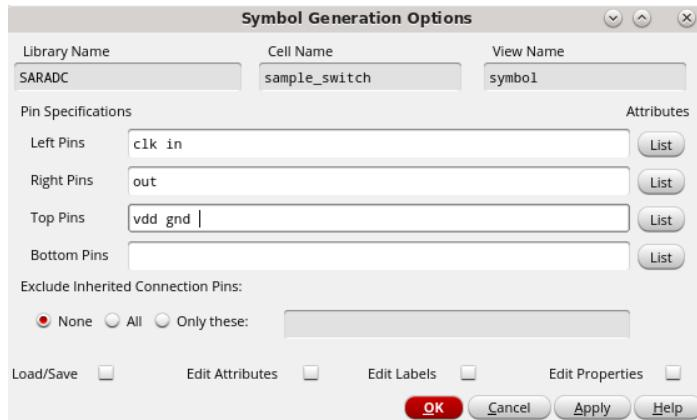

图 30 Symbol 生成设置
26. 在弹出的对话框中，修改 Pin Specifications 中的端口位置使之如图 30 所示(也可以保持默认，但下一步的外观会有所不同，功能上没有影响)。点击 OK 按钮。